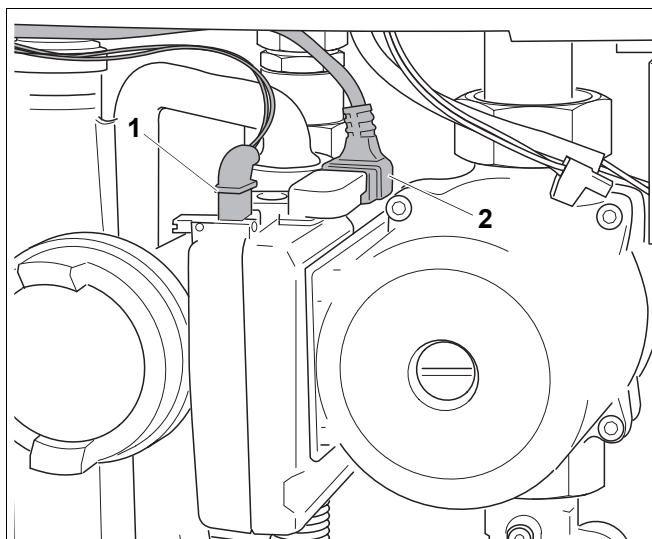

Рис. 20 Подключение насоса
- Подсоединить штекер кабеля тахометра (рис. 20, поз. 1) к насосу (только в модулированных насосах UPER 25 - 80).
- Подсоединить к насосу штекер кабеля подключения электропитания (рис. 20, поз. 2).